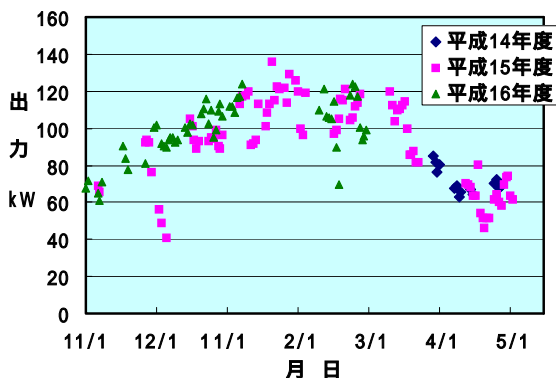
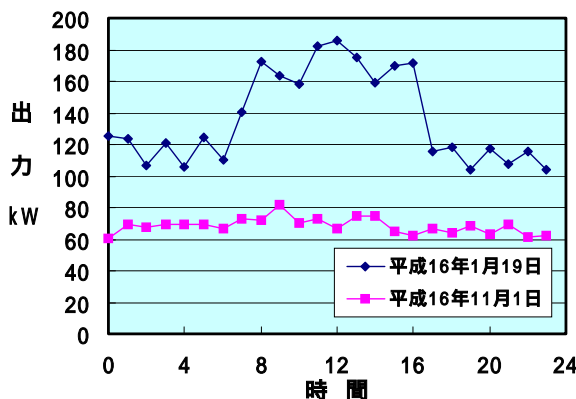

図1 チップボイラーの日平均出力
図2 チップボイラー出力の日変動
- ・ チップボイラーの日平均出力（図 1）は、年度に関係なく一定の傾向を示し、40kW～140kW の範囲であった。日変動（図 2）は、暖房負荷の小さいあまり寒くない時期は、時間に関わらず 70kW 前後であった。暖房負荷の大きな厳冬期の日中は 160～180kW であった。熱需要を 1 台のチップボイラーで賄う場合の必要出力は 180kW（床面積 100m2 当たり 6.8kW）である。